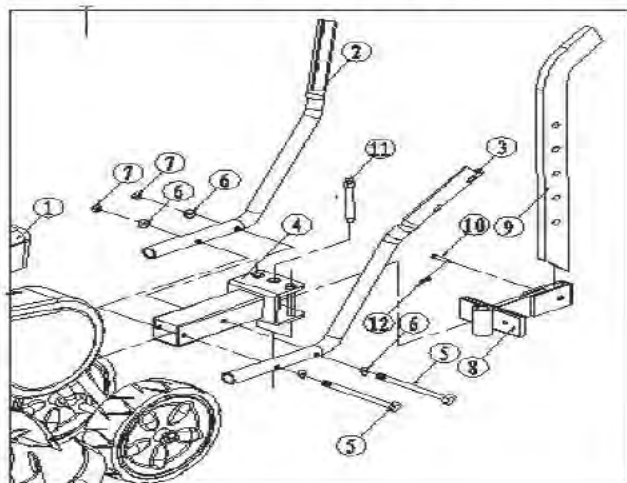

РИС.4
Надежно закрепите левую ③ и правую ② нижние опорные ручки на задней части рамы культиватора ① при помощи M10x120 шестигранных болтов ⑤x2, проставок ⑥x4 и M8 самоконтрящих гаек ⑦x2 как показано на рис. 4. Установите сошник ⑨ в сцепку ⑧ и зафиксируйте его в сцепке, используя штифт 10 и шплинт 12.